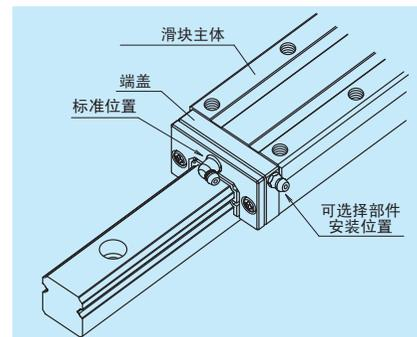
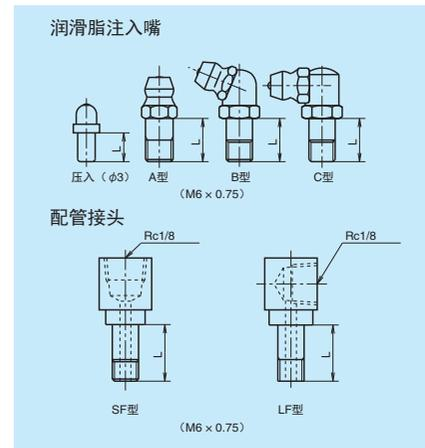

图 13 润滑用零件的安装位置
图 12 润滑脂注油孔和专用配管接头
(1) 润滑零件的种类
- HS 系列中使用的润滑脂注脂嘴和专用的油管接头详见图 12、表 7。
- 根据双密封垫片、护板、NSK K1 等防尘零件的选用情况，配备不同长度尺寸 (L) 的润滑用零件。根据所需的防尘规格来选取相应的润滑零件，组装使用。如因供油或供脂的原因而需变更润滑零件长度尺寸 L 时，请与 NSK 协商。
(2) 润滑部件的安装位置
- 润滑脂注入嘴标准型号的位置是安装在滑块的端面，作为自选也可安装在端盖的侧面 (图 13) 将润滑脂注入嘴和专用配管接头安装到滑块主体上面或侧面时，请向 NSK 咨询。